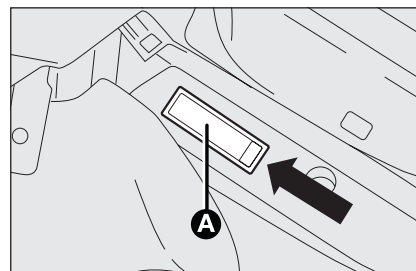

fig. 35
- à l'aide du tournevis fourni, extraire le plafonnier **A**-fig. 35 en agissant sur le point indiqué par la flèche;